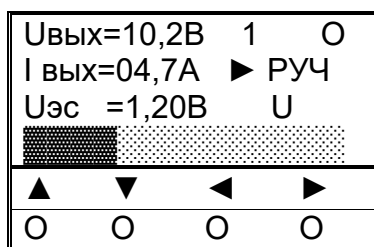

Рисунок 11 – Индикация блока БУИ
- с помощью кнопок управления «◀», «▶» установить ручной режим (рисунок 11).